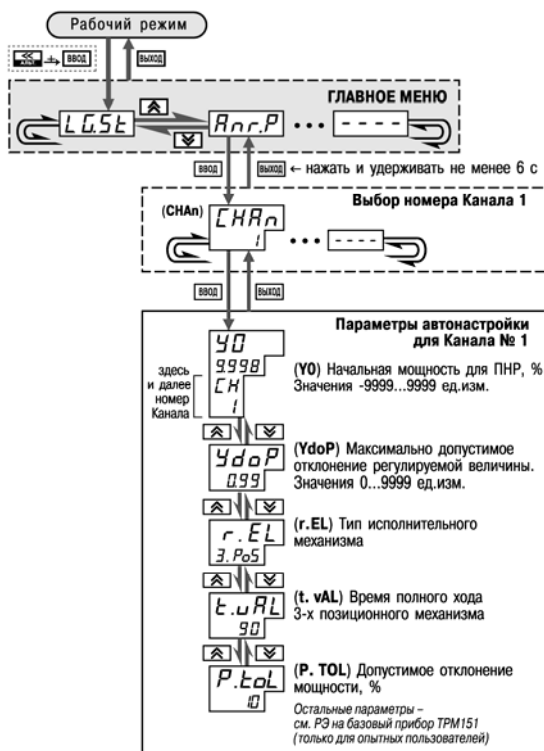

Рисунок 12.2 – Схема задания параметров Автонастройки с помощью кнопок на лицевой панели прибора
2. Установите в Конфигураторе (или с лицевой панели прибора, см. рисунок 12.2) значения параметров автонастройки **Y0** и **YdoP** для выбранного Канала регулирования.